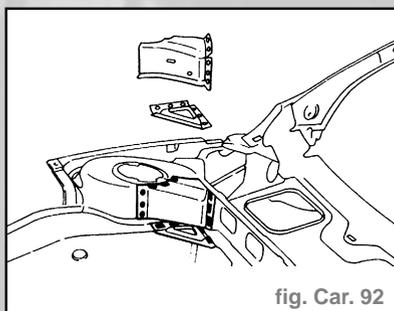

fig. Car. 92
- En utilisant la soudeuse MIG effectuer la soudure par remplissage sur les trous précédemment effectués (fig. Car. 92).